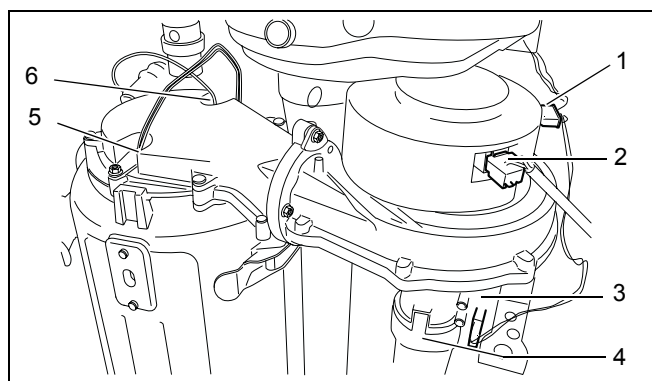

Fig. 38 Se desface steckerul de la ventilator și rampa de gaz
- Se desface steckerul (Fig. 38, Poz. 1, 2 și 3) de la unitatea de preamestec gaz/aer.
- Se demontează țeava de aspirație aer de la unitatea de preamestec gaz/aer (Fig. 38, Poz. 4).
- Se desface steckerul de la stiftul de ionizare (Fig. 38, Poz. 6) și incandescența (electrod aprindere) (Fig. 38, Poz. 5).